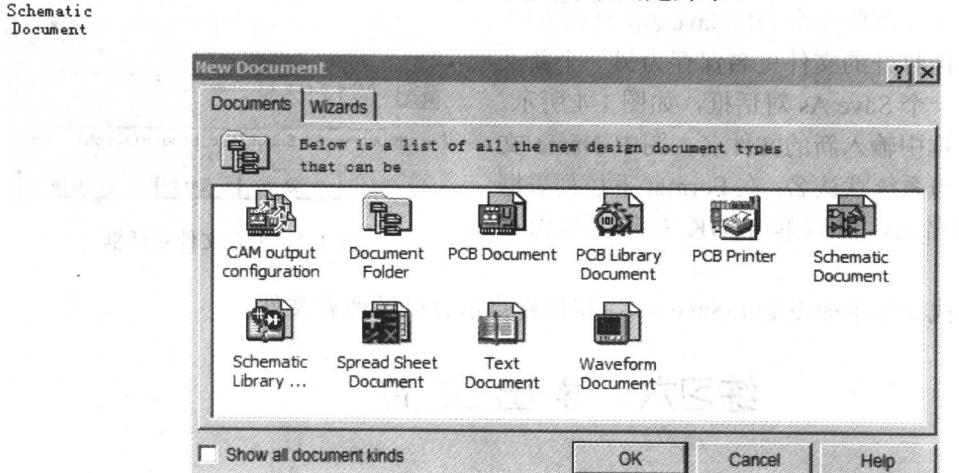

图 1-3 新建文档对话框
(1) 打开“Documents”文件夹：用鼠标左键双击 Documents 文件夹。
(2) 在工作窗口空白处单击鼠标右键，在弹出的快捷菜单中选择 New，或执行菜单命令 File\New。
(3) 在 New Document 对话框中选取图标 ，如图 1-3 所示。用鼠标左键双击
- (1) 执行菜单命令 File\New，在 New Document 对话框中选取  图标，如图 1-3 所示，新建一个文件夹，并命名为“WJJ”。
- (2) 将光标移到要复制的文件 WYY.Sch 图标上，单击鼠标右键，在弹出的快捷菜单中选择 Copy 命令，则该文件进入剪贴板中。
- (3) 打开 WJJ 文件夹，将光标移到工作窗口的空白处，单击鼠标右键，弹出快捷菜单。
- (4) 选择 Paste 命令，即可完成复制操作。